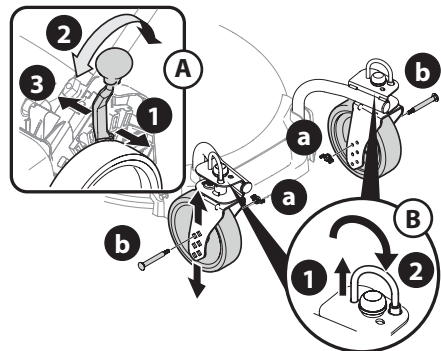

Figure 24
NOTE : Le levier de réglage des roues arrière est situé sur la roue arrière gauche. Voir Figure 24.
NOTE : La hauteur des roues avant est déterminée par la position du boulon sur chaque fourche (Figure 24).
6. Les roues pivotantes peuvent se déplacer librement ou être verrouillées en position de marche en ligne droite. Voir Figure 24.